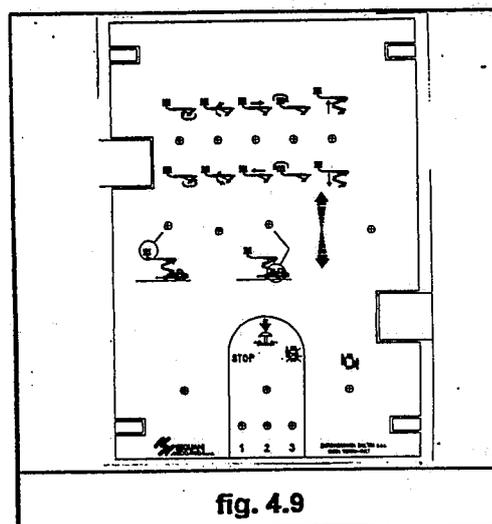

fig. 4.9
4. terminate le operazioni, riportare la chiave in posizione "Comandi in cestello" (*fig. 4.9, pos. 2*).